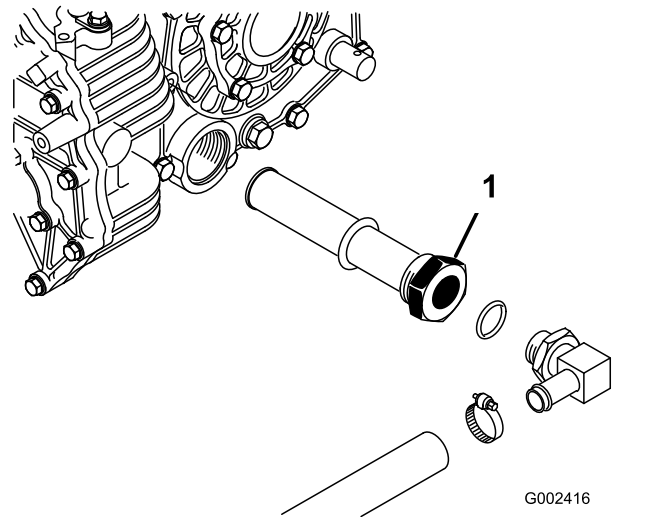

Figura 71
5. Repare na posição do tubo hidráulico e no conector de 90° ligado ao filtro de rede do lado do reservatório (Figura 71).